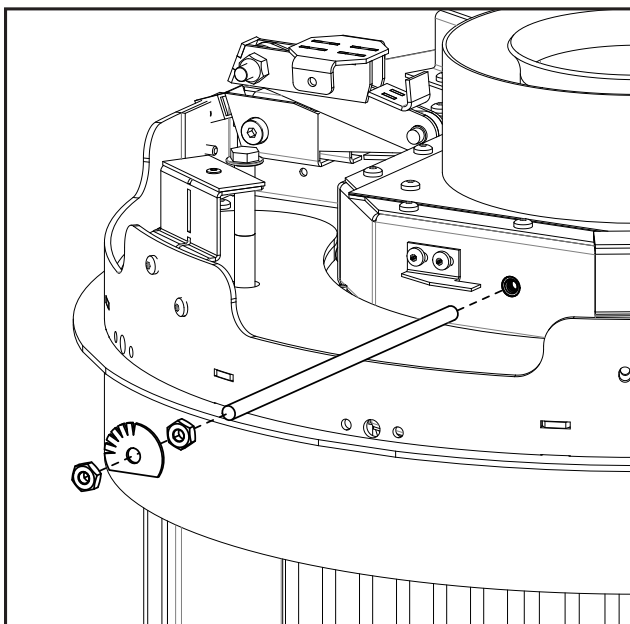

Figure 62: Retrait de la tige de restriction
6. Retirez la tige filetée du robinet d'échappement (voir la Figure 62). Une perceuse électrique avec une douille et une rallonge de 7/16" sera utile ici.